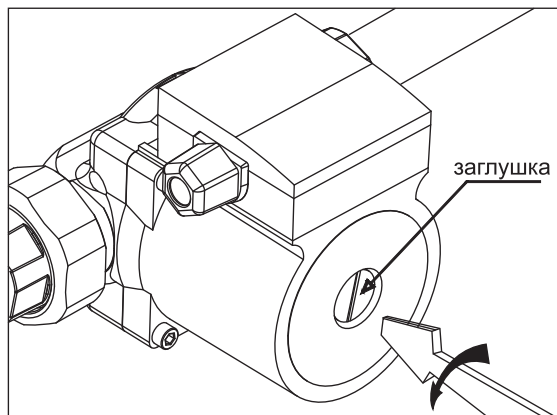

Рис.5 Удаление воздуха из насоса
- Выкрутить винт и ослабить заглушку для удаления воздуха, защитив электрические части от попадания жидкости или пара **Рис.5**;